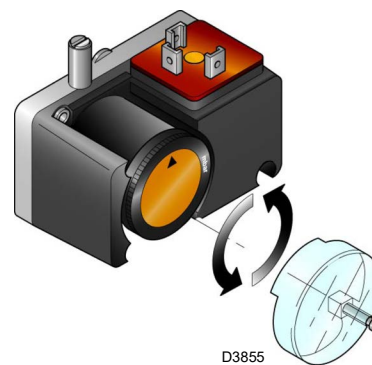

Fig. 32
- Régler le pressostat pour le contrôle d'étanchéité (Kit PVP)(Fig. 32 à la page 32), si présent, conformément aux instructions fournies avec le kit.
Régler le pressostat pour le contrôle d'étanchéité (Kit PVP) (Fig. 32) si présent, conformément aux instructions fournies avec le kit.